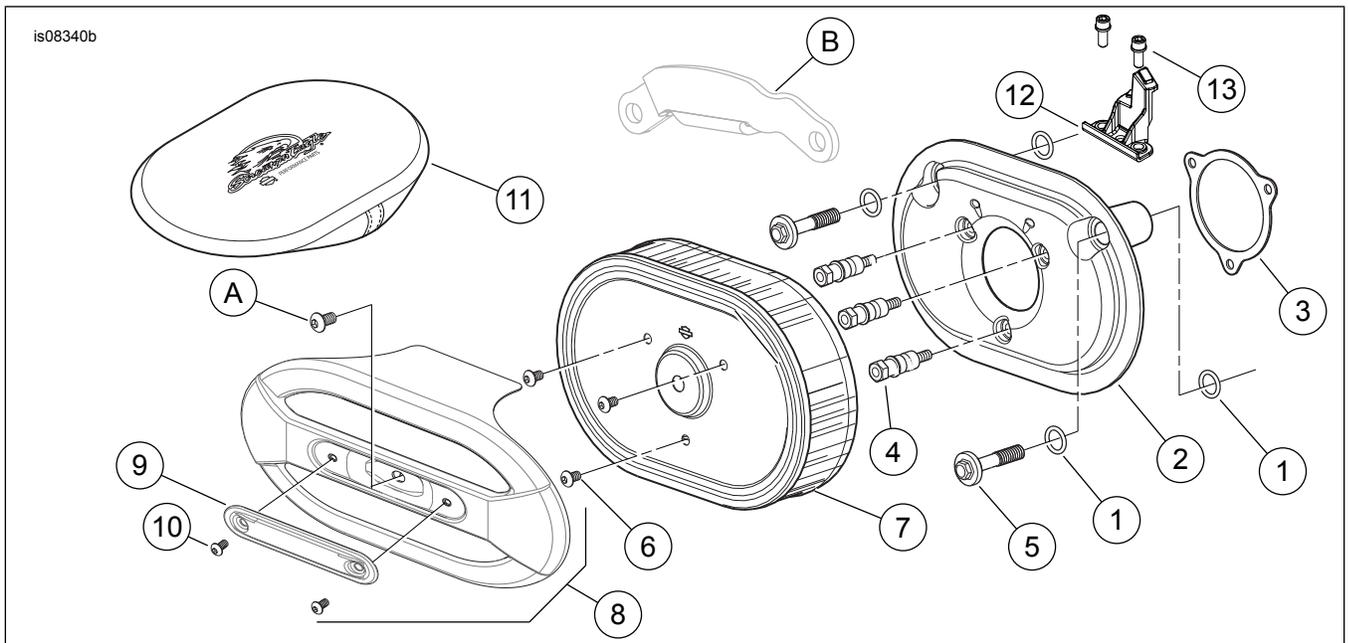

Abbildung 3. Ersatzteile: Screamin' Eagle Ventilator Hochleistungs-Luftfiltersatz
Siehe Abbildung 3 und Tabelle 1.
1. Siehe Abbildung 3. Den ACR-Clip (12) und Schrauben (13) einbauen. Die Schrauben auf ein Drehmoment von 3,4–4,5 N·m (30–40 **in-lbs**).
2. Zwei O-Ringe (1) aus dem Satz in die Nuten um die Entlüftungsschraubenlöcher in der Ansaugseite der Grundplatten-Baugruppe (2) einbauen. Die restlichen O-Ringe in die Nuten an der Unterseite der Köpfe der Entlüftungsschrauben (5) einbauen.
3. Die Schutzfolie von der Klebstoffseite der Dichtung (3) abziehen. Die Klebstoffseite der Dichtung behutsam auf der Grundplatte ansetzen und auf die abstandsgleichen Schraubenlöcher ausrichten. Die Dichtung fest andrücken.
4. Die neuen Entlüftungsschrauben (5) durch die Grundplatte einsetzen.
7. Die Luftfilter-Befestigungsbolzen (4) durch die Grundplatte (2) eindrehen, bis die Schraubengewinde in die Ansaugseite eingreifen. Befestigungsteile locker lassen.
*Immer wenn die Luftfilterabdeckung eingebaut wird, muss Loctite 243 – blau auf die Luftfilterabdeckungsschraube (A) aufgetragen werden.*
1. Siehe Abbildung 3. Den Luftfiltereinsatz (7) mit drei Hochglanz-TORX®-Schrauben (6) aus dem Satz an den Luftfilter-Befestigungsbolzen (4) sichern. Die Schellenschrauben auf folgendes Drehmoment anziehen: 6,2–6,8 N·m (55–60 **in-lbs**) aufgelisteten Komponenten zu ersetzen.
2. Loctite 243 – blau auf die Gewindegänge der OE-Luftfilterabdeckungsschraube (A) auftragen. Die Luftfilterabdeckung (8) mit der Schraube am Luftfiltereinsatz (7) sichern. Die Schraube auf folgendes Drehmoment anziehen: 4,1–6,8 N·m (36–60 **in-lbs**) aufgelisteten Komponenten zu ersetzen.
3. Den Einsatz der Luftfilterabdeckung (9) mit zwei Chromschrauben (10) an der Luftfilterabdeckung anbringen. Sicher anziehen.
1. Siehe Abbildung 3. Den Luftfilter (8) entfernen und den Filtereinsatz (7) alle 8000 km (5000 Meilen), oder bei staubigen Bedingungen häufiger überprüfen.